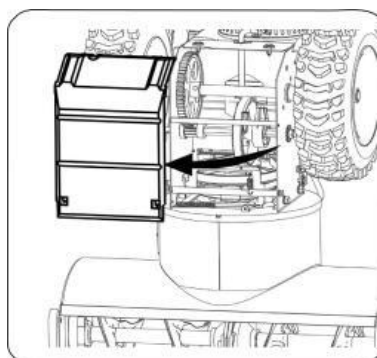

Рисунок 22
2. Аккуратно наклоните снегоуборщик вверх и вперёд, чтобы он лег на корпус шнека. Снимите крышку рамы из-под снегоуборщика, открутив четыре самореза крепления крышки (см. рис.22).